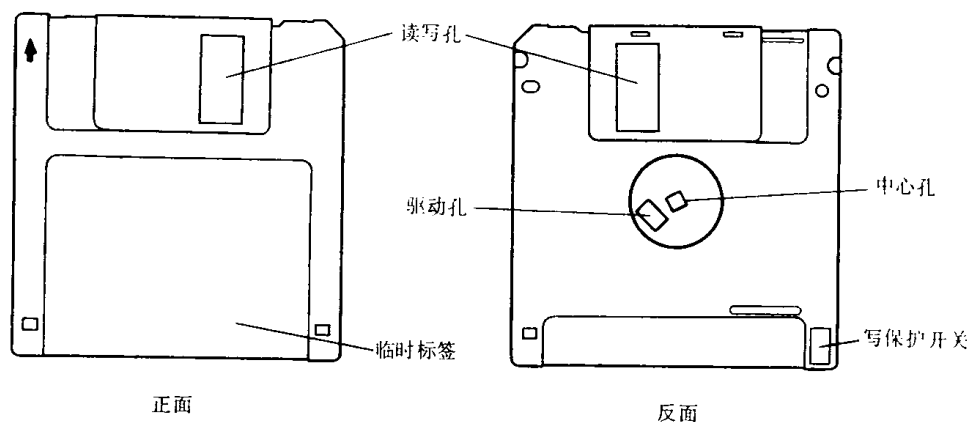

图 1-3 3.5in 软盘片外形图
3.5in 软盘片外形如图 1-3 所示。从图上可以看出,它与 5.25in 软盘片有些不同,除存储密度比 5.25in 高之外,在外形上也有很大改进。一是尺寸减小,二是保护外套加厚和牢固,所以整个厚度比 5.25in 的厚了许多,三是写保护改为开关式的,使用更加方便,当开关合上时为读,当开关打开时(孔开口)为写保护,正好与 5.25in 的相反,四是软盘片在保护外套的里边,读写窗口当插入软盘中才打开,不象 5.25in 的平时也露在外边。